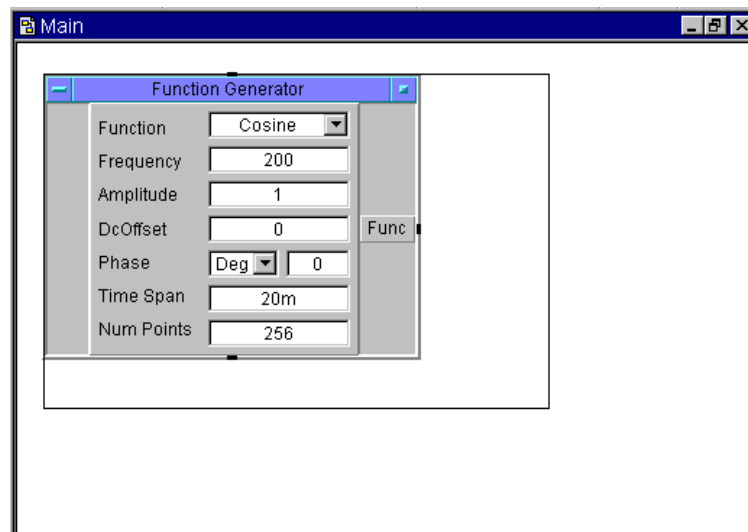

図 1-11. オブジェクトのサイズの変更
1. マウス・ポインタをオブジェクトの四隅のいずれかに置き、サイズ変更矢印が表示されたら、クリックして目的の大きさになるまでドラッグします。マウスのボタンを離して、サイズを確定します。図 1-11 は、サイズ変更矢印でオブジェクトのサイズを変更している例です。